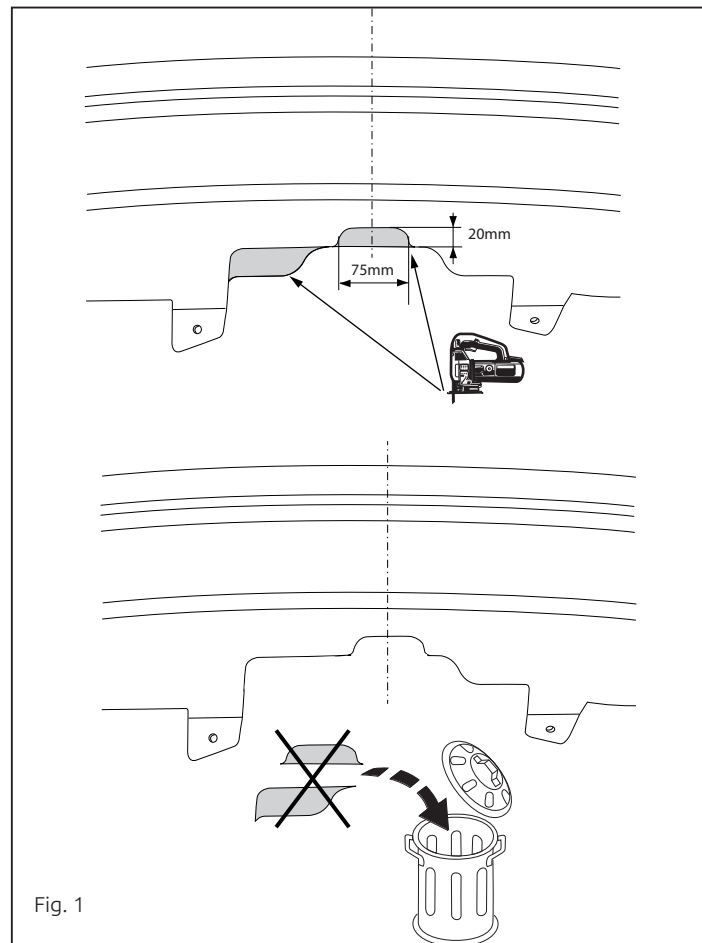

Fig. 1
4. Выпилить указанные части из бампера в середине снизу, как указано на рис. 1.